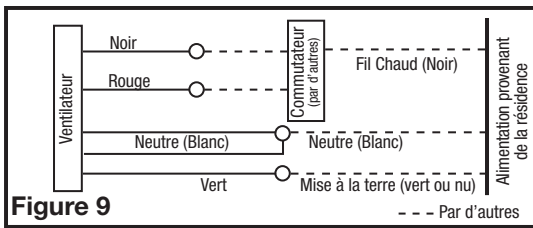

Figure 9
- 2b. Par là où vous avez choisi d'accéder à la boîte de jonction du ventilateur, raccorder un fil Blanc de la maison aux deux fils Blancs du ventilateur. Raccorder un fil vivant (Noir) du commutateur mural au fil Noir du ventilateur (celui-ci est pour le contrôle du ventilateur). Raccorder un second fil vivant (Rouge) du commutateur mural au fil Rouge du ventilateur (celui-ci est pour le contrôle de la lumière principale). Raccorder le fil de mise à la terre (vert ou cuivre nu) de la maison au fil Vert du ventilateur (Figure 9). Utiliser des méthodes de raccordement approuvées pour toutes les connexions.